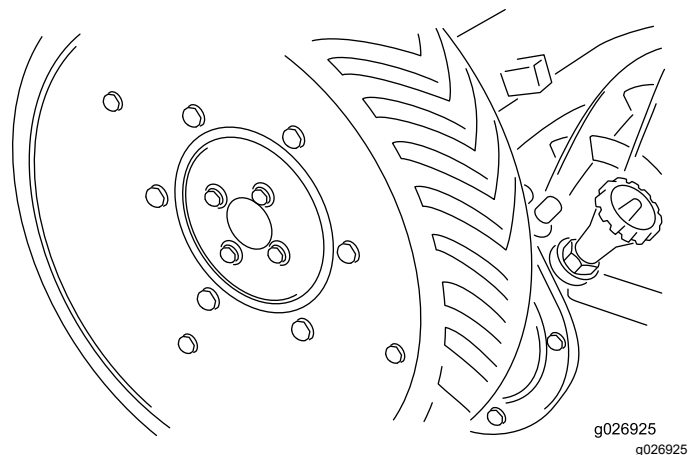

Figura 14
5. Instale las ruedas motrices con tornillos y arandelas de freno (Figura 14).